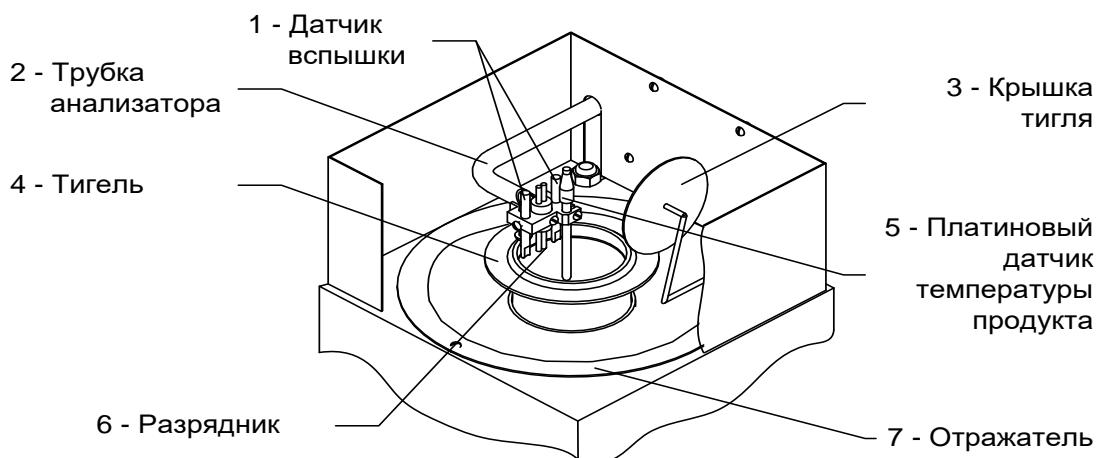

Рисунок 3 – Верхняя часть блока нагрева
2.3.3.1 Общий вид аппарата представлен на рисунке 1. Аппарат состоит из **блока приводов 1**, **лицевой панели 2**, **блока нагрева 6**. Блоки расположены на **основании 8**, установленном на **регулируемых по высоте ножках 10**. Включается аппарат **тумблером «Сеть» 7**, расположенном на лицевой панели. Здесь также расположены **клавиатура 5** и **дисплей 3**. На верхней части блока нагрева находится **экран 4**, защищающий пары продукта от потоков воздуха. В случае пролива нефтепродукта внутри отражателя (п. 7 рисунок 3), он собирается в съемном **поддоне 9**.
2.3.3.3 В верхней части блока нагрева (рисунок 3) находятся: **трубка анализатора 2**, заканчивающаяся пластиною, на которой закреплены **два датчика вспышки 1**, **платиновый датчик температуры продукта 5** и **разрядник 6**. Внутри **отражателя 7** расположен нагреватель, на который устанавливается **тигель 4**. После проведения испытания аппарат закрывает тигель **крышкой 3**.
- 4.4.2 Визуально проверить чистоту датчиков вспышки и разрядника (рисунок 3 на странице 5). Если на поверхностях датчиков вспышки и разрядника есть остатки продукта, следует выполнить чистку согласно пунктам 5.6 (страница 26) и 5.7 (страница 26).